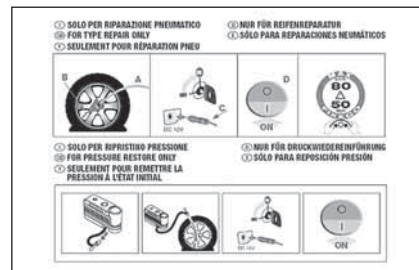

fig. 4
- ☐ un opúsculo **fig. 4**, con las instrucciones para emplear correctamente el kit que luego, deberá entregar al personal que reparará el neumático tratado con el kit de reparación rápida;